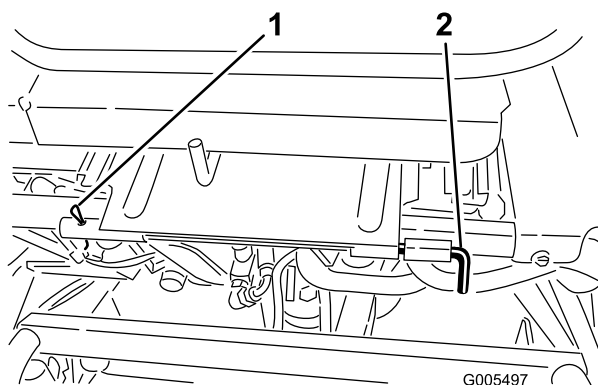

図 36
3. 座席を降ろし、回転軸を固定しているコッター・ピンを抜き取る（図 36）。